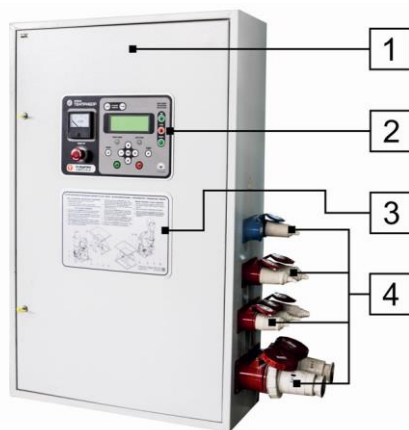
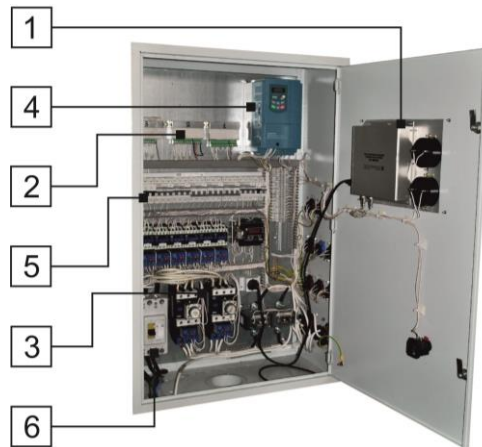
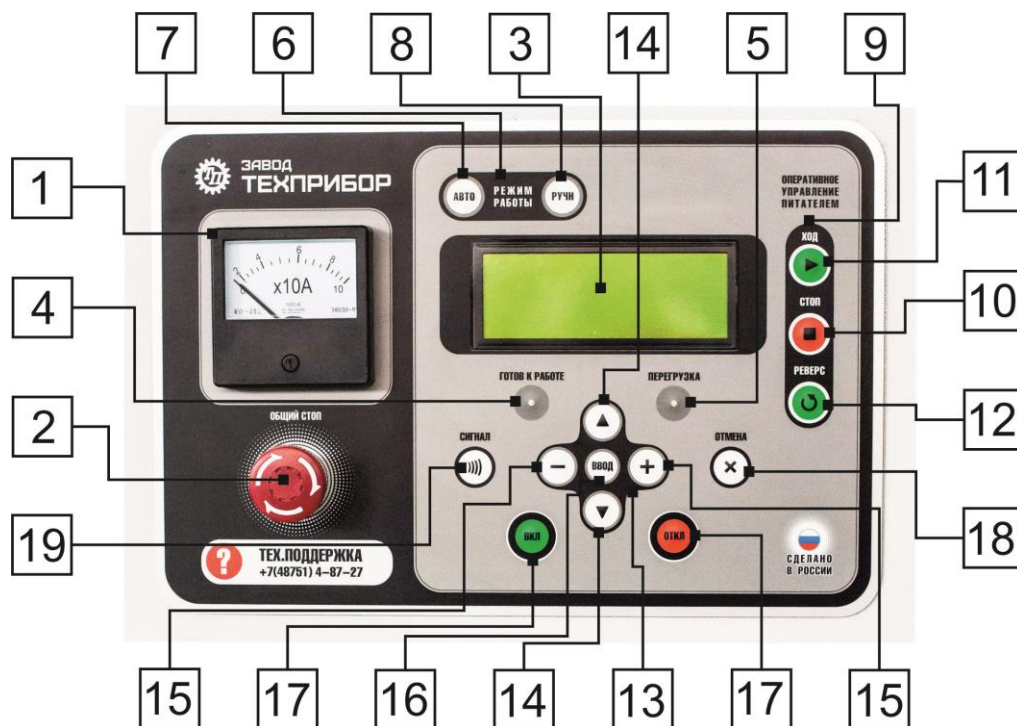
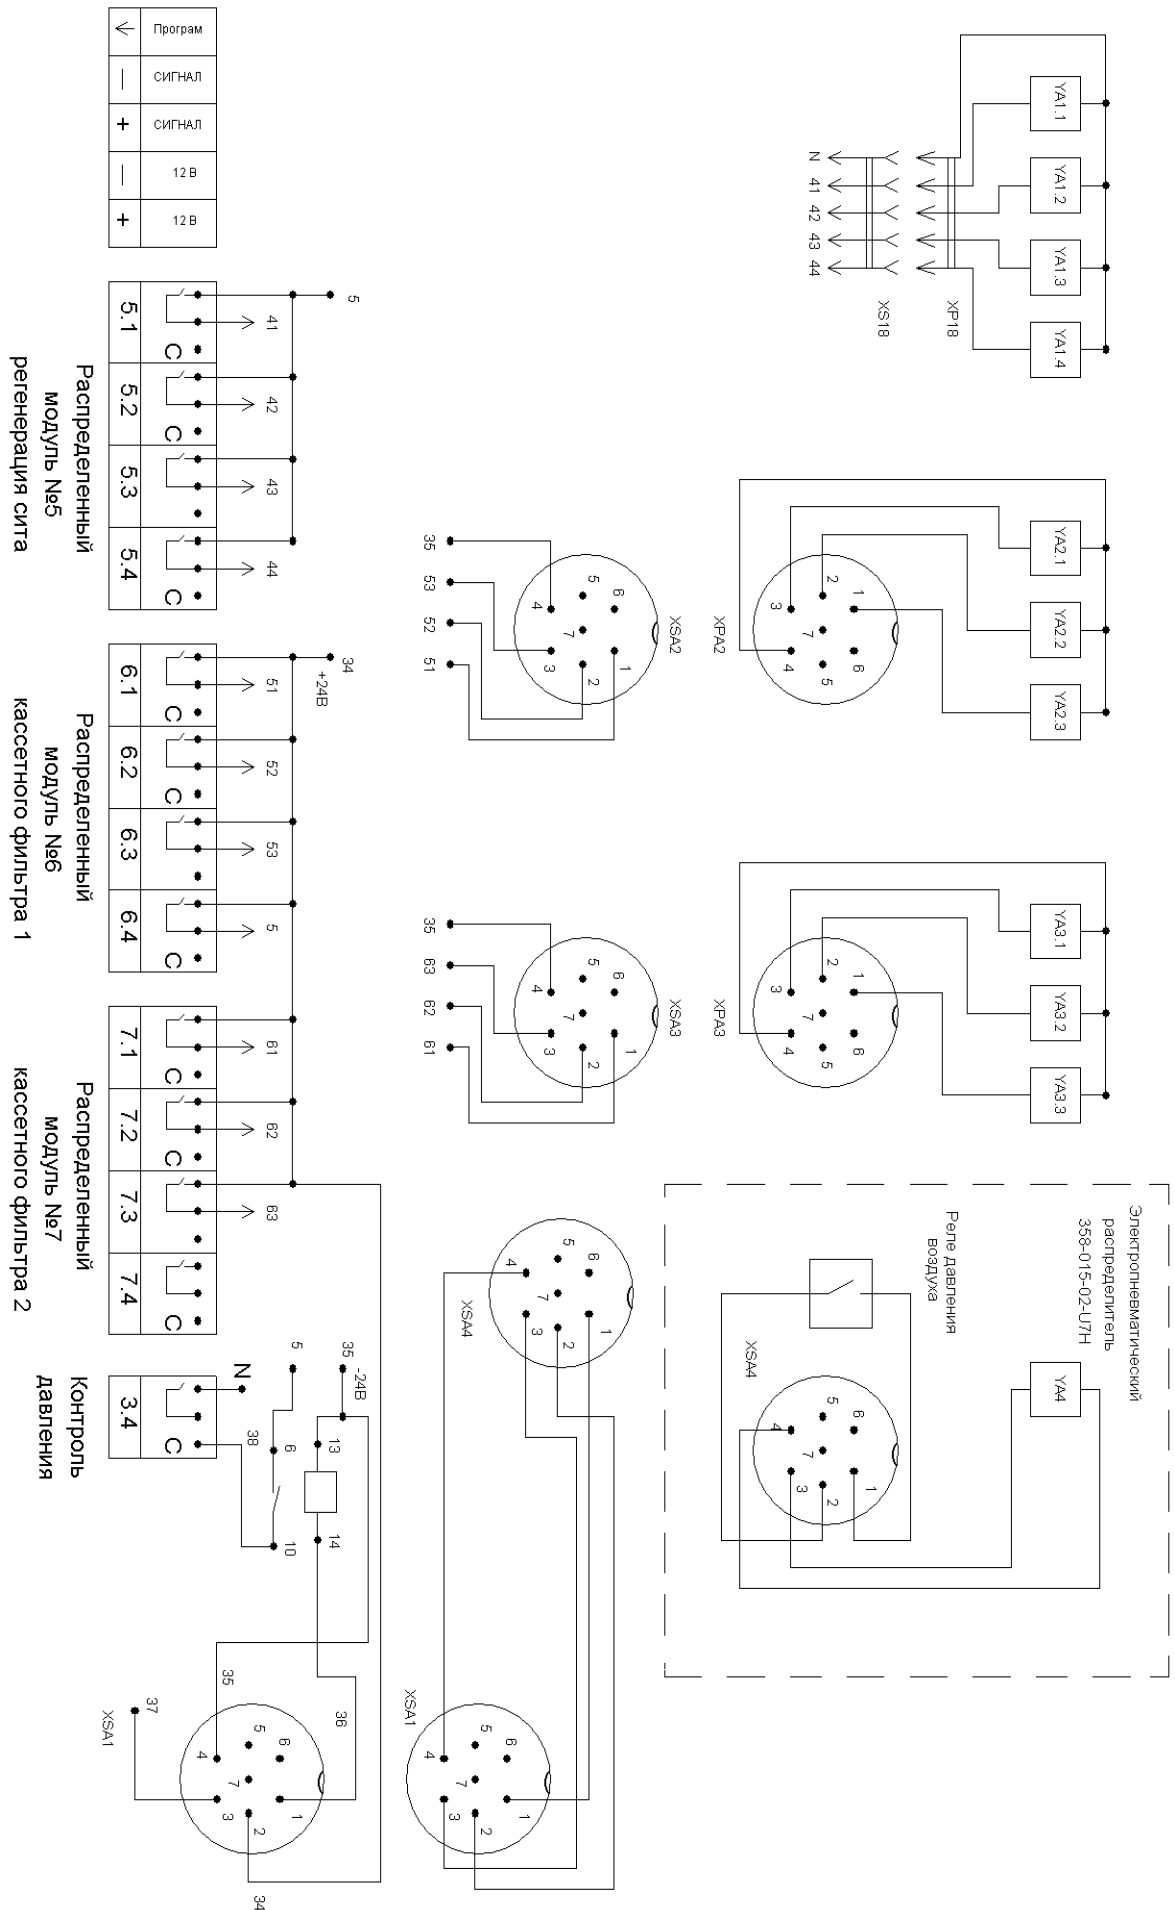

Рис. 18
Рис. 19
Рис. 20 Лицевая панель управления пульта БАУ.
Рис. 22. Схема подключения мембранных (импульсных) электрических клапанов.
Внешний вид выносного электрического пульта с блоком автоматического управления режимами работы изделия БАУ «МИКРОН» представлен на Рис. 18, внутреннее устройство на Рис. 19, лицевая панель с элементами управления на Рис. 20, схема электрическая принципиальная на Рис. 21, схема подключения мембранных (импульсных) электрических клапанов на Рис. 22, перечень использованных электрических компонентов содержится в таблице 3, рекомендованные сечения питающих проводов ПВС в таблице 4.
Выносной электрический пульт с блоком автоматического управления режимами работы изделия БАУ «МИКРОН» (далее по тексту – пульт БАУ) (Рис. 18) состоит из щита (1), лицевой панели управления (2) с жидкокристаллическим дисплеем, мнемосхемы (3), стационарных розеток (4), включая розетку, служащую для подключения к блоку автоматического управления режимами работы мельницы БАУ «МИКРОН» блока управления установки дозирования активирующей смеси «ПАВ-300-12-92».
Внутри щита (Рис. 19) расположен основной блок (1), распределенные модули (2), пусковая аппаратура (3), частотные преобразователи (4), автоматические выключатели (5), вводной автомат (6).
Внешний вид, а также конфигурация компонентов щита могут отличаться от представленных на Рис. 18, 19.
Элементы управления пульта БАУ (Рис. 20) вынесены на лицевую панель и интуитивно понятны.